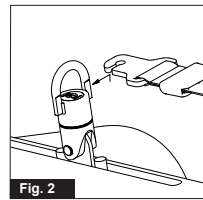

Fig. 2
Il est possible que le lève-personne horizontal vienne s'appuyer sur le lit où le patient est allongé ; dans ce cas, il risque de s'ouvrir et la partie centrale viendrait toucher le patient. Pour que le lève-personne horizontal reste fermé pendant que le patient est déposé, le harnais de levage ou les sangles du harnais doivent être bien serrés. Si, dans cette situation, les sangles sont trop lâches, le lève-personne va s'ouvrir brusquement et s'appuyer sur le patient (voir figure 2).
2. GH3 – la sangle de levage peut également être mise en place à l'aide d'un pivot (accessoire) (voir figure 2).